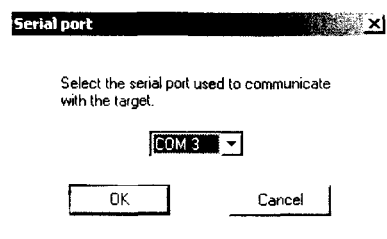

Рис. 3.3. Выбор COM-порта
3. В выведенном на экран диалоговом окне (рис. 3.3) из выпадающего списка «Select serial port used to communicate with target» выбирают COM-порт, к которому подключен DATA-кабель. Программа позволяет выбрать только COM1-COM4.